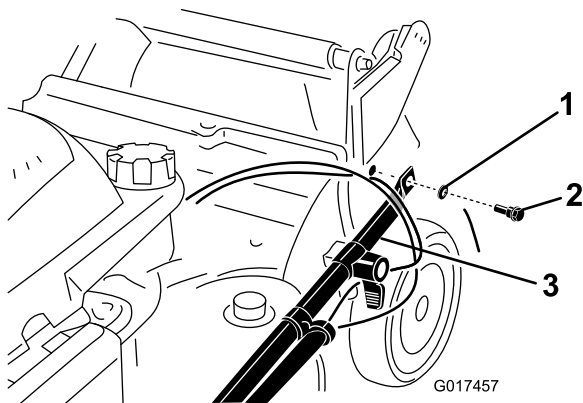

Figura 3
2. Fija los extremos del manillar al alojamiento del cortacésped con 2 arandelas y 2 pernos de manillar (Figura 3), **pero no apriete los pernos del manillar.**
**Importante:** Coloque los cables en el exterior del manillar (Figura 3).